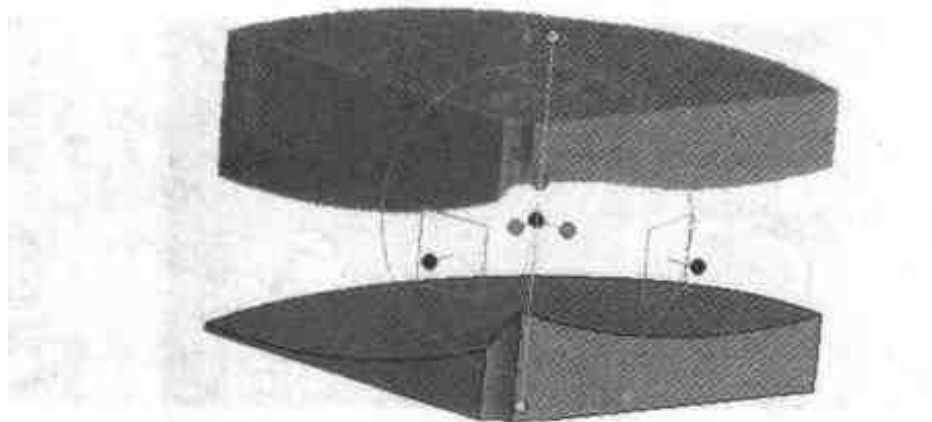

图 2.122 分裂后的造型体
- (3) 原来的造型体被曲面一分为二，应用【三维球】可以将上面的一个造型体分开，以备后用，将作为“主曲面减料实体”文件保存起来，如图 2.122 所示。